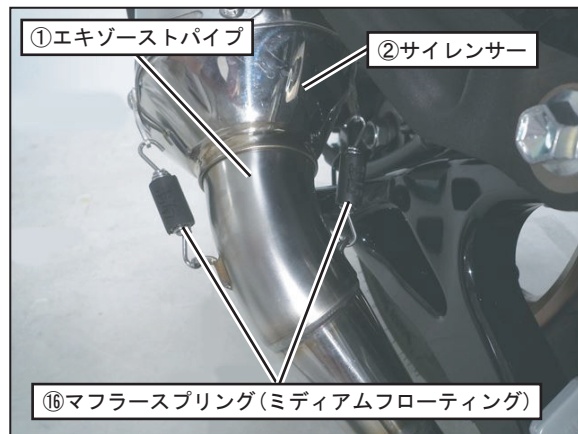

FIG. 11
7. ②サイレンサーを①エキゾーストパイプに取り付け、スプリング取付工具を使用して⑯マフラーズプリング（ミディアムフローティング）を取り付けて下さい。（FIG. 11 参照）